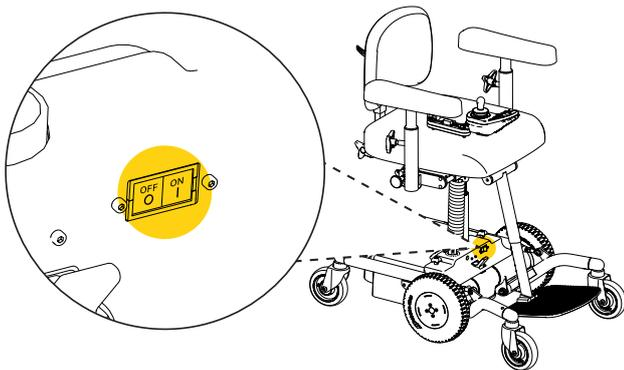

Abb. 3.4. Automatiksicherung
- Bei längerer Lagerung sollte der Akku getrennt werden. Dies geschieht mithilfe der Automatiksicherung, siehe Abb. 3.4. Drücken Sie auf OFF, um den Akku zu trennen. Wenn der Akku getrennt ist, muss er alle 4 Monate aufgeladen werden, um seine Funktion aufrechtzuerhalten. Vor dem Aufladen und bei der Wiederinbetriebnahme des Produkts muss die Automatiksicherung zurückgesetzt werden, drücken Sie auf ON. Wenn die Automatiksicherung ausgeschaltet war, muss die Bedieneinheit zweimal neu gestartet werden, um die Funktionsfähigkeit des Produkts wiederherzustellen. Laden Sie die Akkus vor dem Gebrauch vollständig auf, siehe 2.3. Aufladen.
- Für den Transport muss der Akku getrennt werden. Dies geschieht mithilfe der Automatiksicherung, siehe Abb. 3.4. Drücken Sie auf OFF, um den Akku zu trennen. Um die Automatiksicherung zurückzusetzen, drücken Sie auf ON. Wenn die Automatiksicherung ausgeschaltet war, muss die Bedieneinheit zweimal neu gestartet werden, um die Funktionsfähigkeit des Produkts wiederherzustellen.